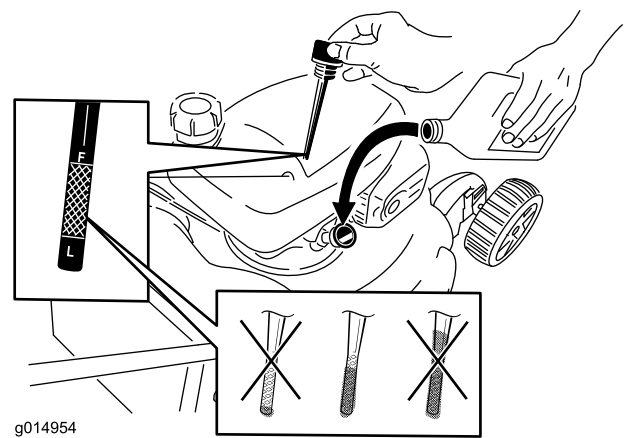

Bild 37
6. Nehmen Sie den Peilstab aus dem Öleinfüllstutzen (Bild 37).
12. Nehmen Sie den Peilstab heraus und lesen den Ölstand ab, siehe Bild 37.
- Füllen Sie bei einem zu niedrigen Ölstand langsam etwas Öl in den Öleinfüllstutzen: Wiederholen Sie die Schritte 10 bis 12, bis der Ölstand richtig ist, wie in Bild 37 dargestellt.